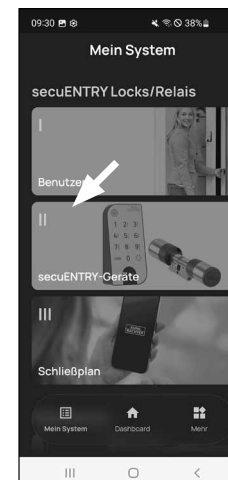

Fig. 1
- ① Appuyez sur le second élément du menu « *II - secuENTRY Unités* » (Fig. 1).